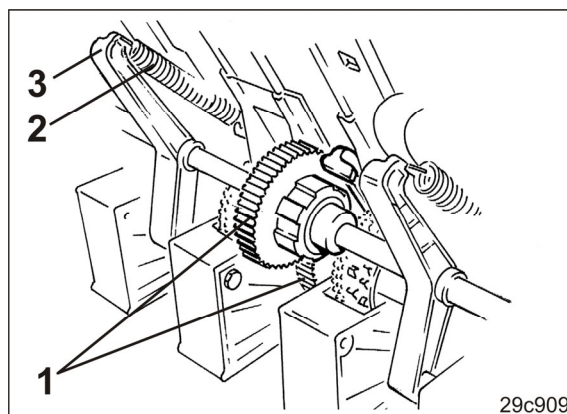

Fig. 223
8. Engager les dents (Fig. 223/1) de l'embrayage de l'arbre de jalonnage dans celles de la roue du rouleau de dosage.
9. Accrocher les ressorts de traction (Fig. 223/2) aux paliers pivotants (Fig. 223/3).